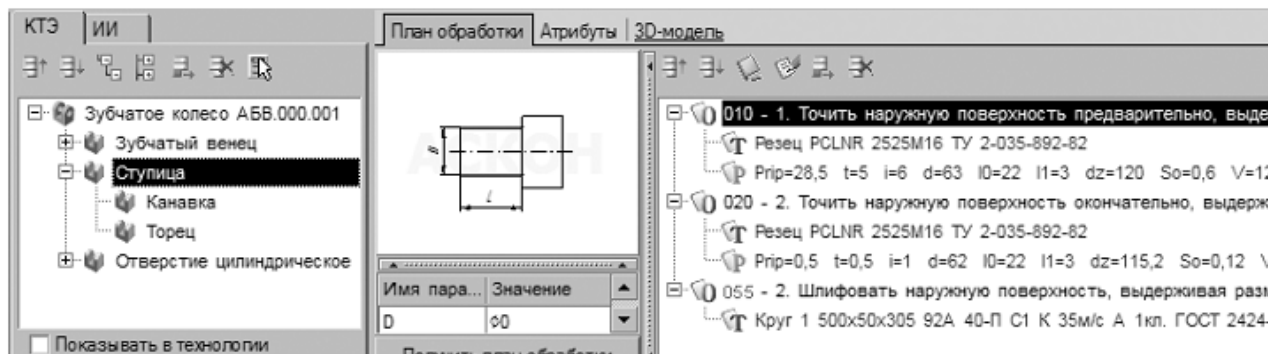

Рисунок 8.
22. Установите курсор на элементе КТЭ Ступица. Перетащите на вкладку План обработки этого элемента последовательно переход 1 операции 010 Токарная с ЧПУ, переход 2 операции 020 Токарная с ЧПУ и переход 2 операции 055 Круглошлифо-вальная (рис. 8).